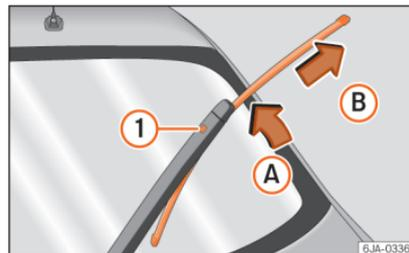

Abb. 71 Scheibenwischerblatt für Heckscheibe
- Klappen Sie den Scheibenwischerarm von der Scheibe ab, wobei Sie das Wischerblatt leicht in Richtung des Arms bewegen – Pfeil A » » » Abb. 71.